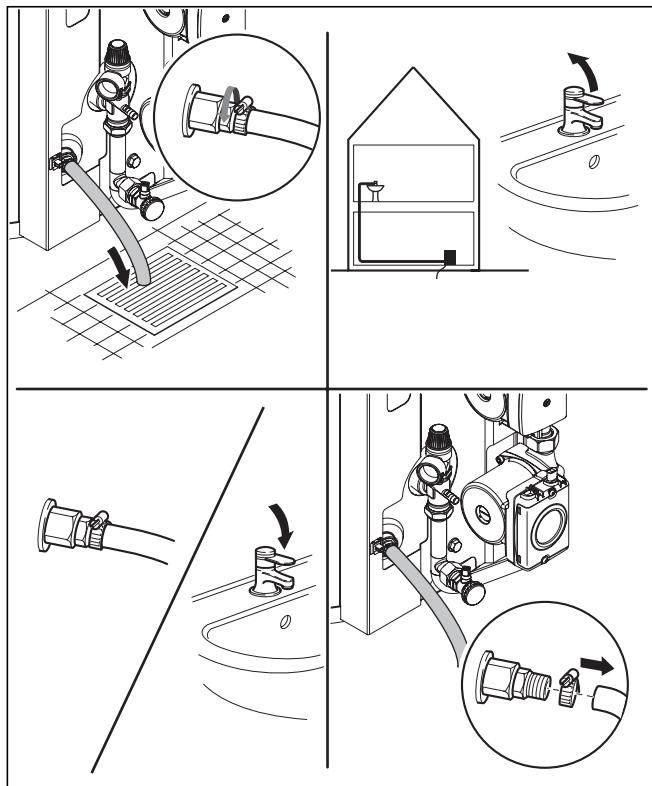

Рис. 4.8 Опорожнение водонагревателя
- Закрепите подходящий шланг на вентиле опорожнения водонагревателя (см. рисунок 4.8).